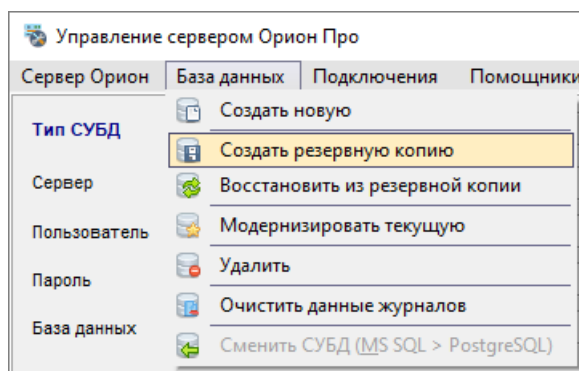

Рисунок 4-48 Переход к созданию резервной копии БД
- 1) выберите в меню «База данных» (см. п. 4.3.1.2) пункт «Создать резервную копию» (см. Рисунок 4-48);